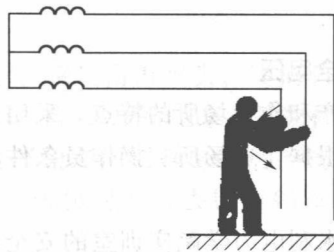

图 1-2 两相触电
(2) 两相触电。在三相电路中,当人体两处同时触及两相带电体时,就是两相触电。两相触电时,电流从一相导体经人体流入另一相,构成闭合回路。两相触电时人体承受的电压为两相之间的电压,即线电压。线电压高于相电压 1.732 倍(如相电压为 AC220V,线电压 $=1.732 \times 220\text{V} = 380\text{V}$),因此两相触电比单相触电更危险。两相触电如图 1-2 所示。